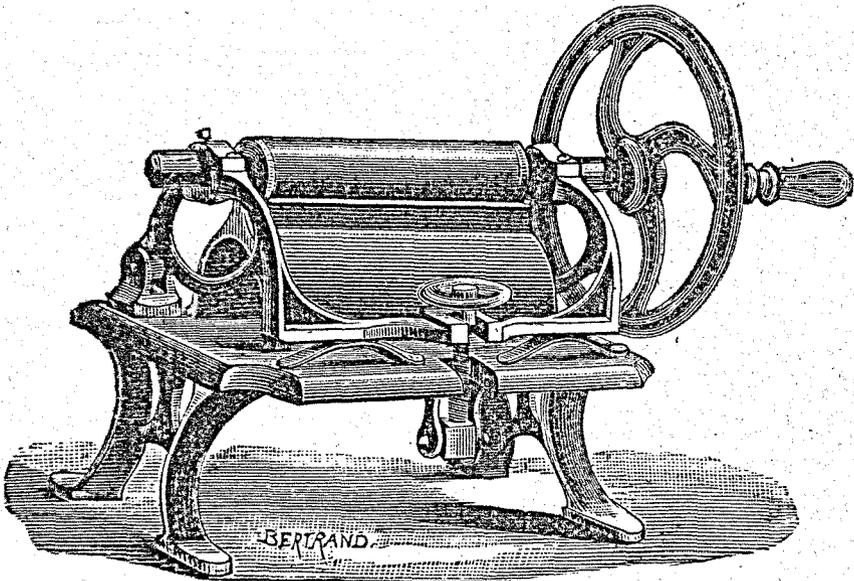

Fig. 443. — Presse à satiner les photographies.
**Satinage.** — Les épreuves obtenues sont coupées, collées sur carton, avec de la colle de farine bien liquide, puis *satinées*. Cette dernière façon leur est donnée au moyen d'un laminoir (fig. 443) formé de deux cylindres en acier poli et nickelé, dont l'un, le cylindre supérieur est creux. Ce dernier, qui est le *satineur*, est chauffé intérieurement, le plus souvent par une rampe amenant de la vapeur d'une essence contenue dans un réservoir annexe. En tournant le volant, on lamine les photographies collées que